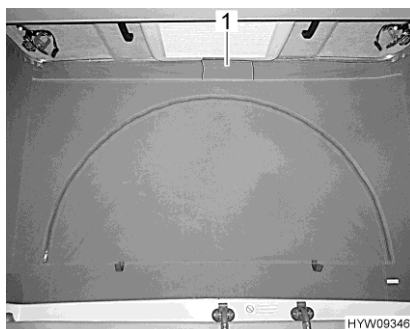

Fig. 37 Ventilación (cerrada)
- Separar el cierre velcro de la ventana de lona (Fig. 37,1) debajo del techo elevable para dormir. Atrás de la ventana de lona está instalada una rejilla de malla como protección de insectos.